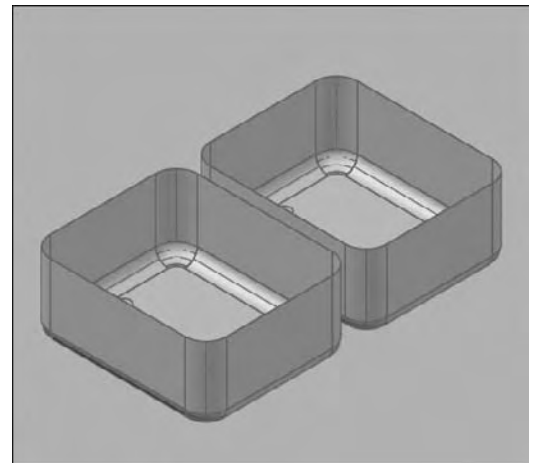

Fig.18.9
- 29 Entrez 0.1 comme épaisseur pour la tôle (fig.18.9).